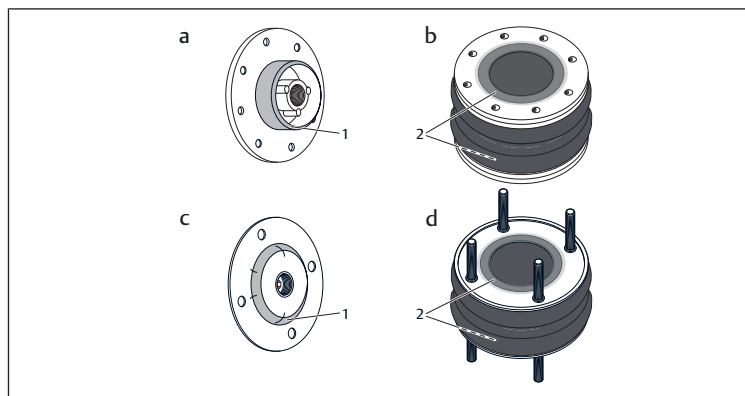

Fig. 2: Zona de aplicación tapa (1) | Zona de aplicación fuelle (2)
1. Aplique agua jabonosa a las aberturas del cilindro de fuelle y la zona de agarre de las tapas antes del montaje (véase la fig. 2).